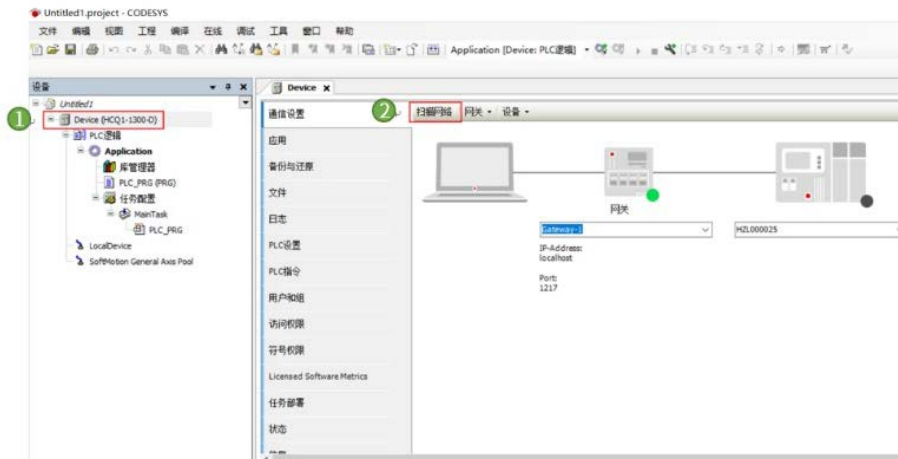

图 13-5 网络连接
2. 双击【Device】, 弹出页面如图 13-5 所示, 点击【扫描网络】。